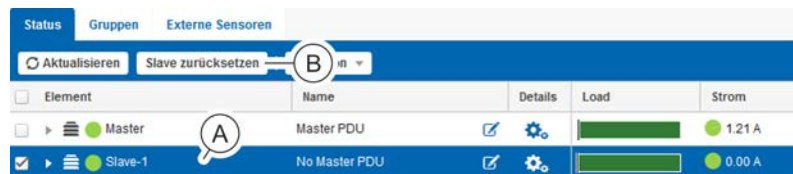

Abb. 138: Menü "Status" – Registerkarte "Status"
2. ▶ In der Registerkarte "Status" die gewünschte Slave-PDU auswählen (Abb. 138/A).
3. ▶ Auf die Schaltfläche „Slave zurücksetzen“ (Abb. 138/B) klicken.
3. ▶ Auf die Schaltfläche „Gerät entfernen“ (Abb. 138/B) klicken.